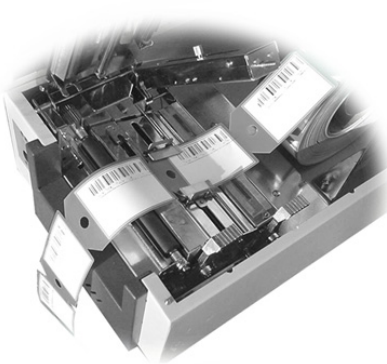

图 2
d) 按如图 2 所示，将纸压在逼纸块下，调节左、右侧逼纸块，使其紧贴纸边缘；